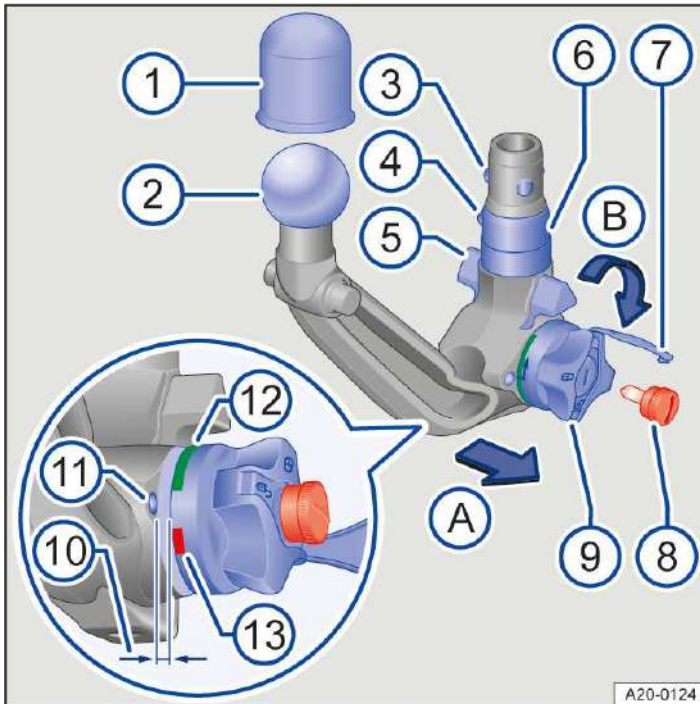

Abb. 1 Übersicht: Abnehmbare Anhängerkupplung.
- Benutzen Sie niemals die Anhängervorrichtung, wenn der kleinste Durchmesser der Kugel → *Abb. 1* (2) kleiner als 49 mm (1,9 in) ist.